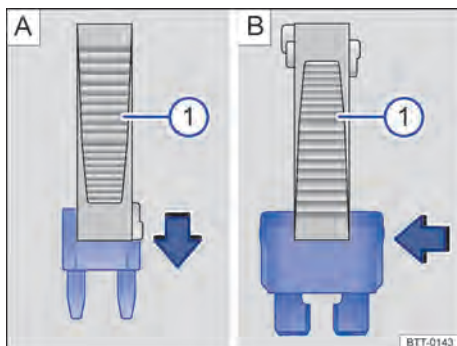

Fig. 189 Remover ou instalar um fusível com a garra da pinça de plástico ①.
- Se necessário, retirar a pinça de plástico → Fig. 189 ① da cobertura da caixa de fusíveis.
- Em caso de *fusíveis pequenos*, encaixar a garra ① por cima → Fig. 189 A.
- Em caso de *fusíveis maiores*, empurrar a garra ① lateralmente sobre o fusível → Fig. 189 B.
- Caso o fusível esteja queimado, substituir o fusível por um novo da *mesma* intensidade de corrente (mesma cor e inscrição) e do *mesmo* tamanho → ①.